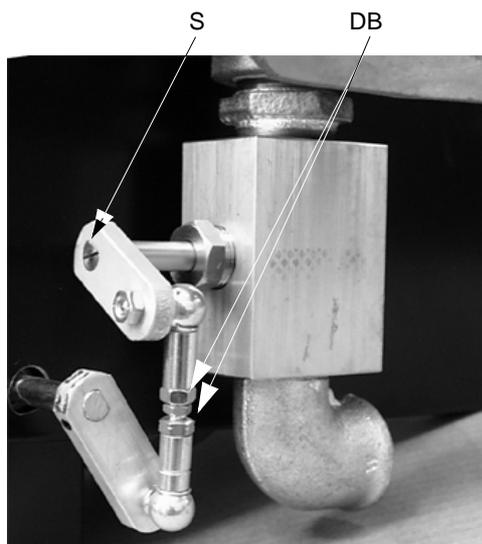
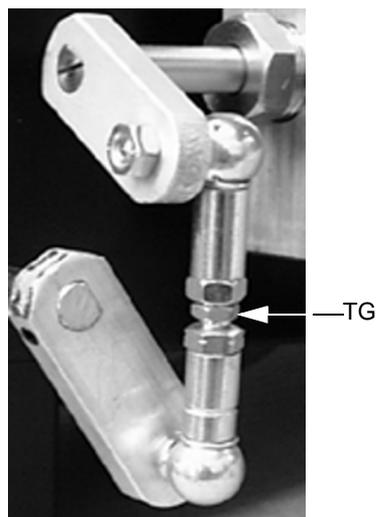

Fig. 13a
Fig. 13b
- 1 Portare il bruciatore in bassa fiamma. Per variare la portata del gas allentare i dadi DB (Fig. 13a) e regolare l'angolo di apertura della valvola a farfalla ruotando il tirante TG (Fig. 13b); la rotazione oraria incrementa la portata del gas, quella antioraria la diminuisce. La fessura (S in Fig. 13a) sul perno della valvola a farfalla indica l'angolo di apertura rispetto all'asse orizzontale.